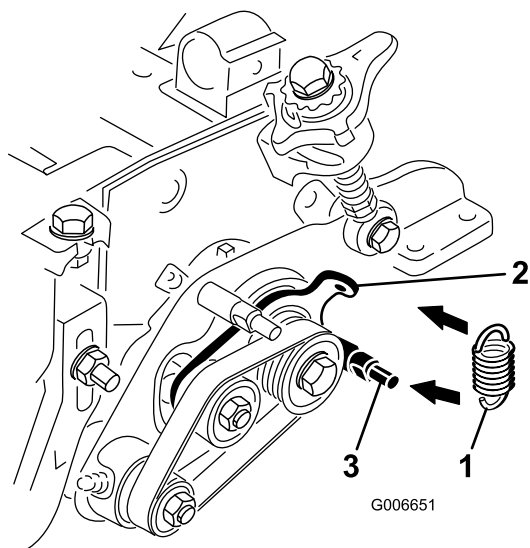

**Figure 25**
26. Assurez-vous que la lèvre de chaque joint d'exclusion est légèrement en contact avec chaque logement de roulement (Figure 25).